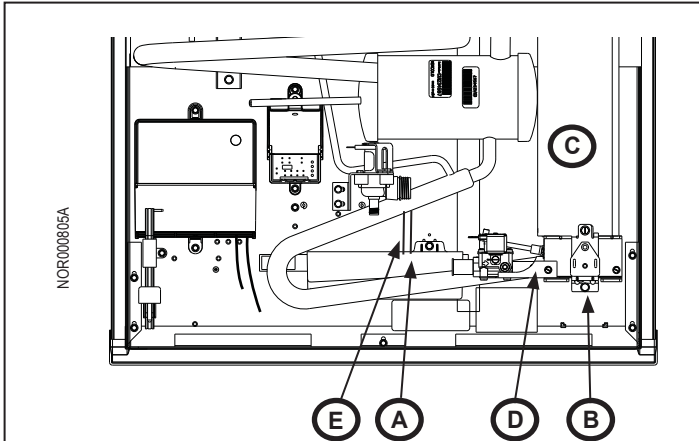

Fig. 8 - Ensemble de circuit de gaz
1. Enlevez la vis (1x) retenant l'égouttoir (Fig. 8, A). Mettez l'égouttoir de côté.
2. Enlevez les vis (2x) du support du circuit de gaz (Fig. 8, B).
3. Enlevez le support du circuit de gaz de l'unité de refroidissement (Fig. 8, C). Mettez le support de côté.
4. Enlevez le circuit de gaz (Fig. 8, D) de l'unité de refroidissement. Mettez le circuit de gaz côté.